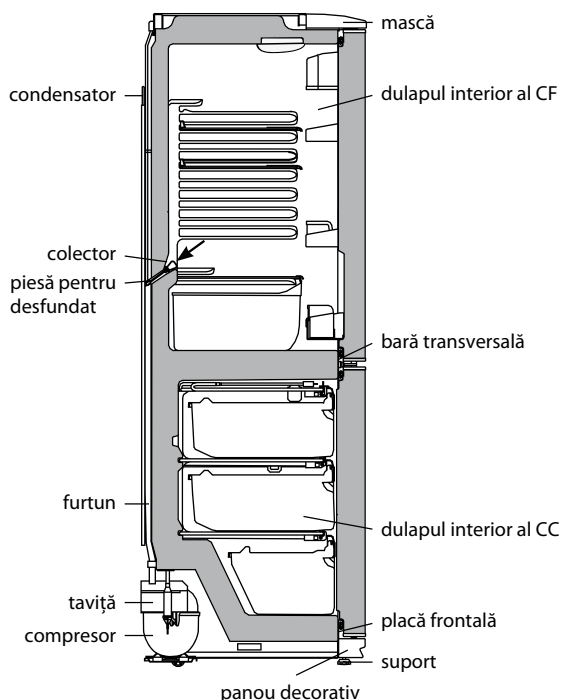

Figura 5 — Schema scurgerii apei rezultate în urma topirii din CF
apare pe peretele din spate a CF, după deconectarea compresorului care lucrează în ciclu, se topește și se transformă în picături de apă. Picăturile de apă rezultată în urma topirii se scurg în colector, apoi prin gaura acestuia și prin furtun - în tavița de pe compresor, în conformitate cu figura 5 și se evaporă. Gaura colectorului este dotată cu o piesă pentru prevenirea înfundării sistemului de drenaj.
Prezența apei în colector indică înfundarea sistemului de drenaj. Pentru eliminarea înfundării folosiți piesa corespunzătoare și curățați gaura colectorului, astfel ca apa să se scurgă liber în taviță, apoi spălați piesa și instalați-o în conformitate cu figura 5.
**SE INTERZICE** să utilizați frigiderul cu sistemul de scurgere înfundat. Apa care a apărut la baza CF sau care a ajuns în locul de alăturare a barei transversale și a dulapului interior al CF, în conformitate cu figura 5, poate provoca coroziunea dulapului exterior al frigiderului și elementelor agregatului frigorific, defectarea izolației termice, formarea crăpăturilor dulapului interior și defecțiunea frigiderului.
**SE INTERZICE** dezghețarea CC fără utilizarea elementului pentru drenare. Apa rezultată în urma topirii care se scurge din cameră afară de elementul pentru drenare, pătrunzând în locul de alăturare a plăcii frontale la dulapul interior în conformitate cu figura 5, poate provoca coroziunea dulapului exterior al congelatorului și a elementelor agregatului frigorific, defectarea izolației termice, formarea crăpăturilor dulapului interior și defecțiunea dulapului frigiderului.